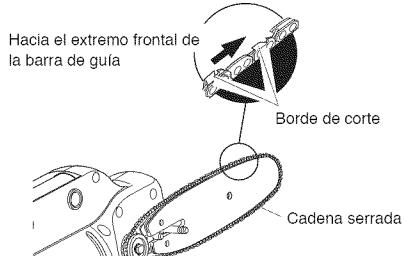

Figura 2 - Posición de la Cadena
- Coloque la cadena alrededor del piñón impulsor, luego a lo largo de la ranura superior de la barra guía y alrededor de su punta curva. **Nota:** Asegúrese que los bordes cortantes de la cadena estén con dirección hacia la derecha. Coloque la cadena de modo que los bordes cortantes de la parte superior de la barra guía estén con dirección hacia la punta curva de la barra guía (vea la Figura 2 así como el indicador en la tapa lateral de la Sierra de Pétiga).